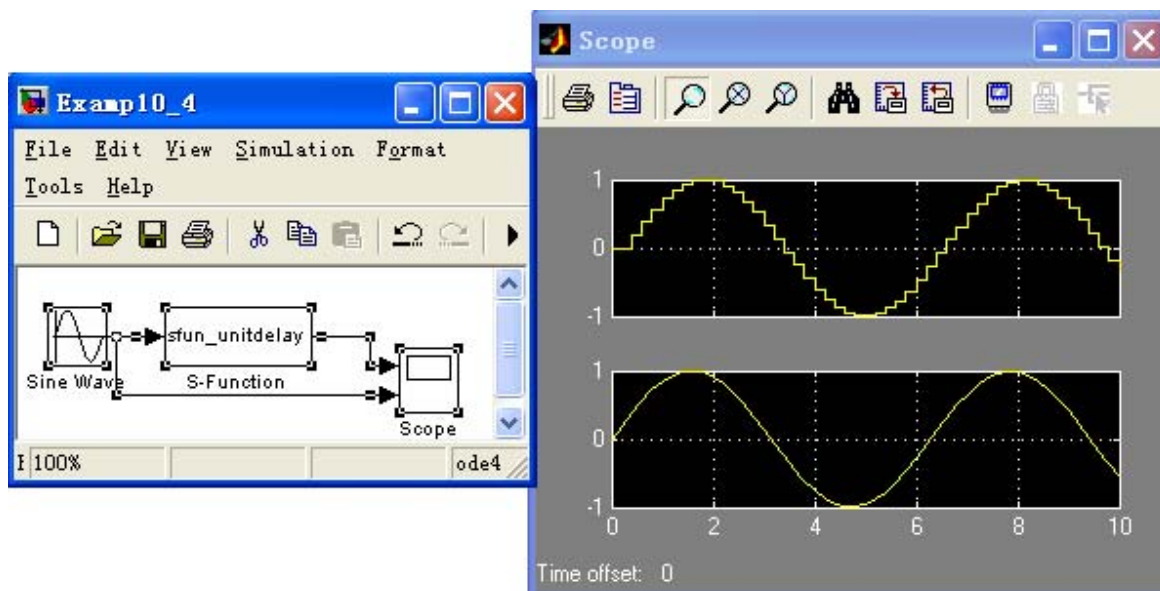

图 10.9 单位延迟系统的仿真模型及结果
(2) 建立如图 10.9 所示的系统仿真模型，运行仿真，仿真结果如图 10.9 所示，验证了 S-函数的正确性。